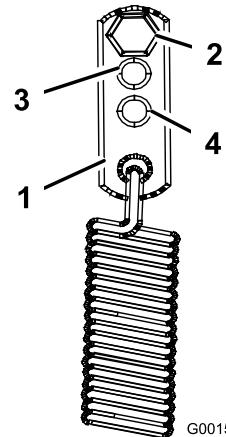

Bild 40
- Versetzen Sie die Federanker-Lenker für eine schwierige Fahreinstellung in die mittlere oder schwere Stellung (Bild 40). Die Federanker-Lenker sind an der hinteren oberen Ecke der Hydraulikantrieb-Schutzbretter an der rechten und linken Seite der Maschine befestigt.